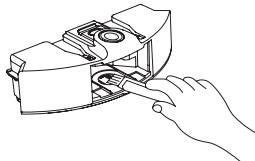

Рис. 2
2. Прочистите щеткой впускное и выпускное отверстия вентилятора (см. рис. 2, рис. 3).